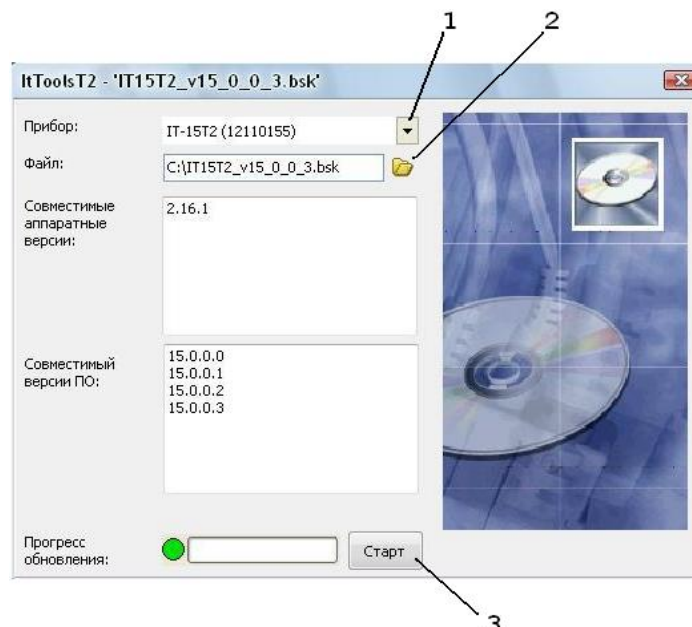

Рисунок 4.12.2
- д) в появившемся окне (рисунок 4.12.2) выберите прибор с нужным серийным номером из списка (позиция 1), а также укажите файл с ПО для обновления (позиция 2);